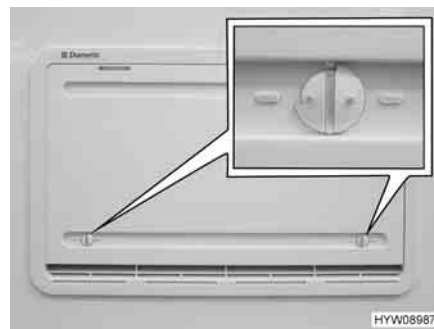

Fig. 147 Copertura invernale
Le coperture invernali (Fig. 147) proteggono il gruppo frigorifero dall'aria fredda. Posizionare le coperture invernali davanti a entrambe le griglie di aerazione quando la temperatura esterna scende al di sotto di +10 °C (sia per funzionamento elettrico che a gas).
- Aprire entrambi i bloccaggi (Fig. 147), la scanalatura risulterà orizzontale.